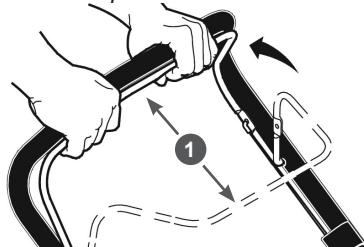

Рис. 12 Рычаг остановки двигателя
Перед запуском двигателя, несколько раз задействуйте рычаг остановки двигателя 1 (Рис. 12). Проверьте, чтобы рычаг и трос остановки двигателя работали должным образом.
- Отпустите рычаг 1 остановки двигателя (Рис. 12).